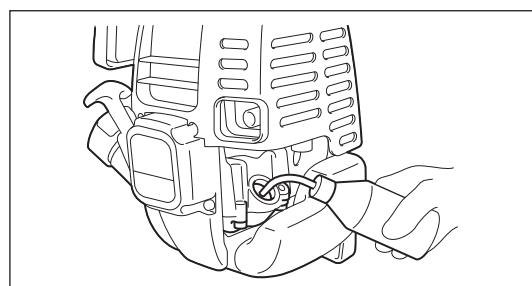

Fig. 3
- Como ejemplo para mantener la varilla indicadora del nivel de aceite limpia, se recomienda insertar la varilla indicadora por el lado de sujeción en la cubierta del motor, tal y como se muestra en la Fig. 3.